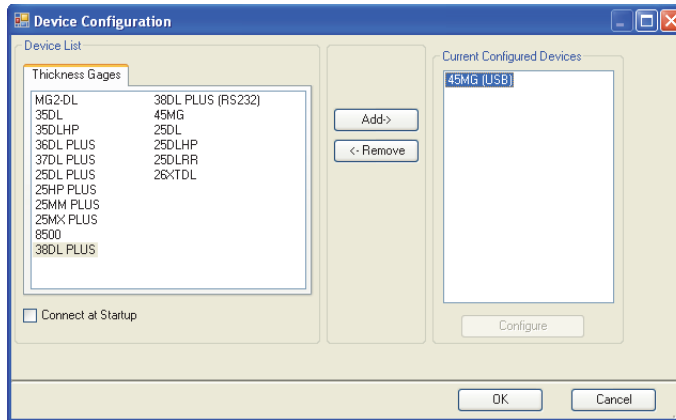

Figura 11-4 Caixa de texto Device Configuration
- b) Na caixa de diálogo **Device Configuration** (veja Figura 11-4 na página 208):
- (1) Na **Device List**, selecione 45MG, e então clique em **Add**.